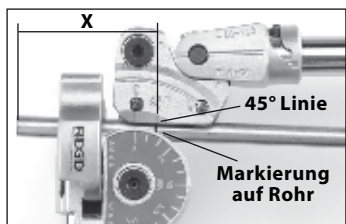

Abbildung 10 – Vorher
- Markieren Sie das Rohr an der gewünschten Stelle (X) des gemessenen Abstands vom Bezugspunkt aus (gemessen vom Rohrendes, der Biegung usw.). Die Mitte des Segments entspricht diesem Abstand vom Bezugspunkt.
- Richten Sie die Markierung am Rohr an der 45° Linie am Gleitstück aus (siehe *Abbildung 10*).